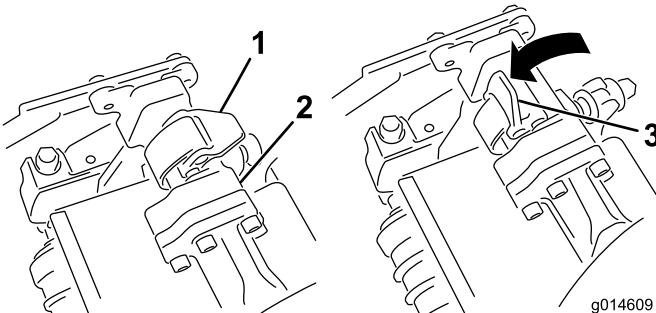
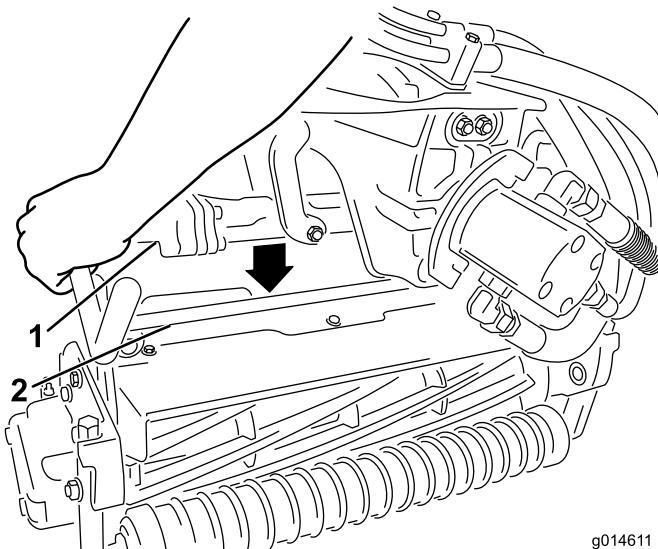

Bild 11
Bild 12
- Die Riegel an der Aufhängearmstange müssen nach oben zeigen (d. h. offen) (Bild 11); drücken Sie den Aufhängearm dann so nach unten, dass die Stange über die Stange an der Oberseite des Mähwerks passt (Bild 12).
- Drücken Sie die Riegel nach unten und um die Mähwerkstange und arretieren sie (Bild 11).